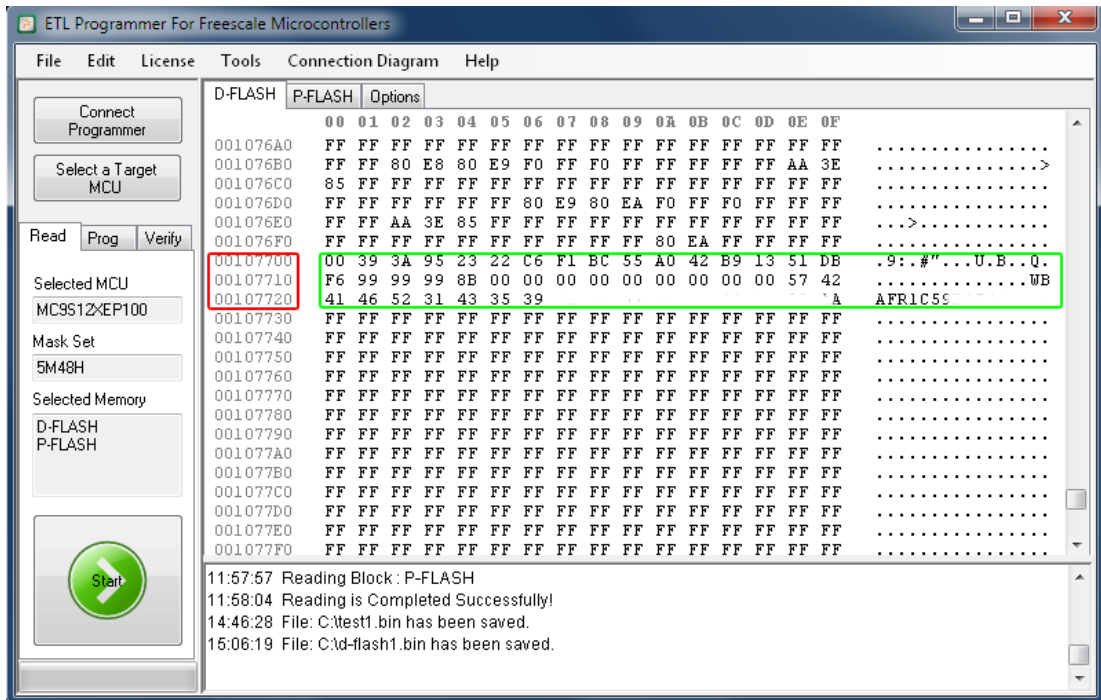

Figura 31 Programe nuevo FLASH P-Datos
- Asegúrese de que el nuevo archivo se cargó con éxito. Seleccione la pestaña "Prog" y presione el botón de "Iniciar" (Figura 31). En pocos momentos, la programación de D-FLASH será completada.